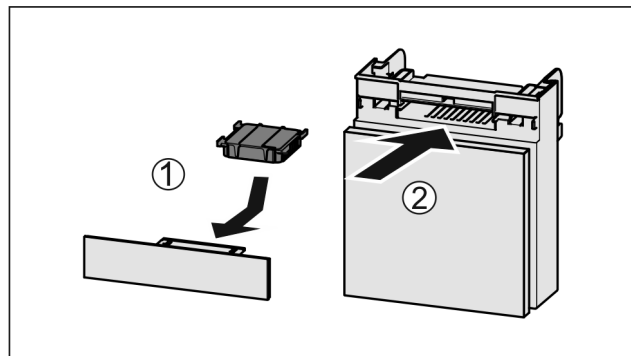

Fig. 153
- Umetnite filtara s aktivnim ugljenom kao što je prikazano na slici Fig. 153 (1).
- Umetnite pretinac Fig. 153 (2).